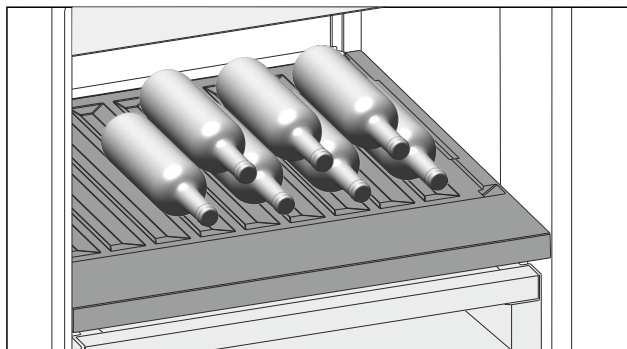

Fig. 145
- Láhve ukládejte dnem dozadu k zadní stěně. (viz Fig. 145)